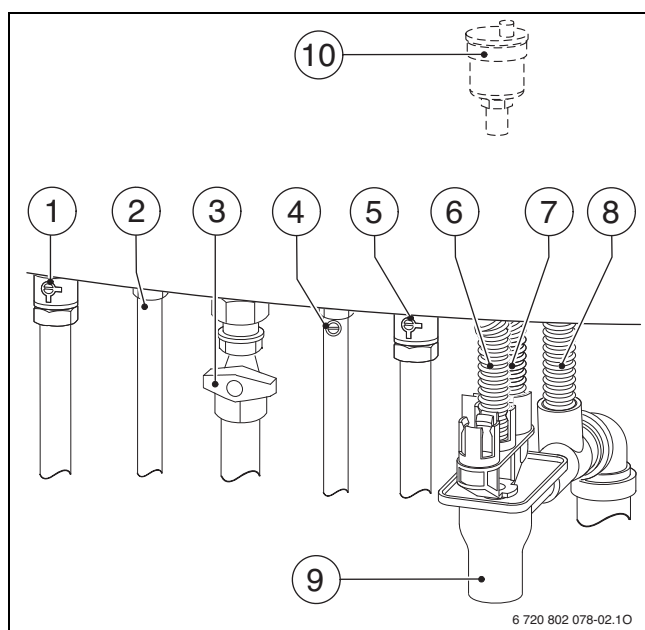

Fig. 24 Raccordements
- ▶ Ouvrir le robinet de départ du chauffage et le robinet de retour du chauffage (→ fig. 24, [1] et [5]).
- ▶ Ouvrir le robinet d'eau froide (→ fig. 24, [4]).
- ▶ Ouvrir le purgeur automatique (laisser ouvert) (→ fig. 24, [10]).
- ▶ Ouvrir le robinet de gaz (→ fig. 24, [3]).